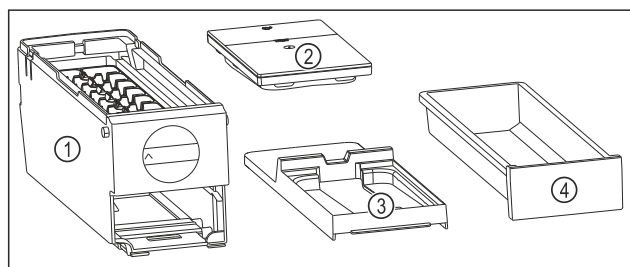

Fig. 244 Composants de l'EasyTwist-Ice
- L'EasyTwist-Ice est démonté en quatre parties. (voir Fig. 244)
- ▶ Ne démonter l'EasyTwist-Ice que de la manière illustrée. (voir Fig. 244)
- ▶ Nettoyer le corps de l'EasyTwist-Ice Fig. 244 (1) dans son ensemble.